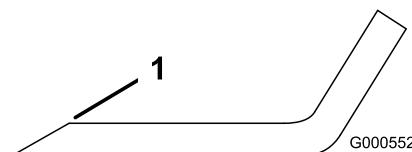

Рисунок 61
1. Заточите напильником режущую кромку на обоих концах ножа (Рисунок 61).
Примечание: Если нож не сбалансирован, удалите некоторое количество металла только с конца области загиба (Рисунок 61).